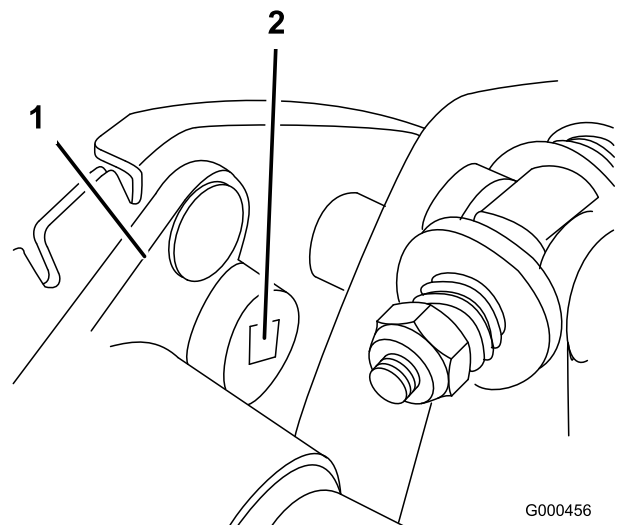

Figura 33
- B. Con una chiave torsiometrica da 3/8" girate la sede del cuscinetto ad una coppia di 4-4,5 Nm per impostare la tensione della cinghia (Figura 33)